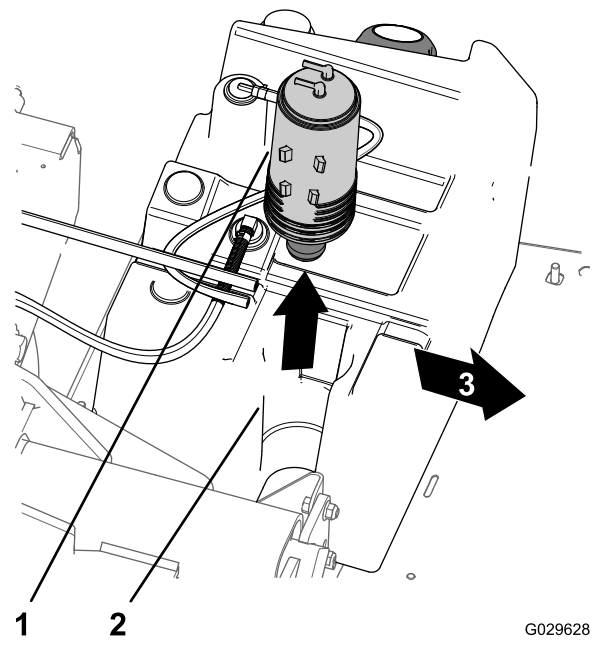

**Figure 43**
- Débranchez le flexible de dépression du raccord marqué « Purge » sur la cartouche de charbon actif (Figure 43).
- Débranchez le flexible du réservoir de carburant du raccord marqué « Fuel Tank » sur la cartouche de charbon actif (Figure 43).
8. Branchez le flexible de dépression au raccord marqué « Purge » de la cartouche de charbon et le flexible du réservoir de carburant au raccord marqué « Fuel Tank » (Figure 43).